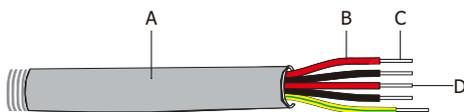

Figura 4.3-3 Línea de conexión AC
Paso 1. Prepare los terminales y los cables de AC como se indica a continuación. Ver figura 4.3-3.